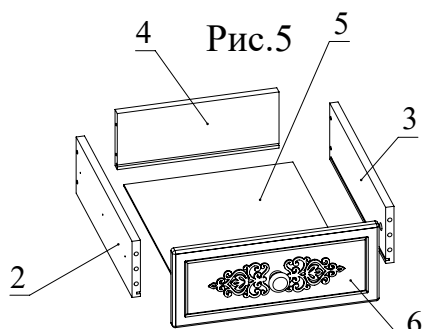

Рис.5
4. Соберите ящик. Для этого соедините детали 2 и 3 с деталью 4 с помощью конфирматов. Затем вставьте деталь 5 в пазы деталей 2, 3, 4. Установите деталь 6 на детали 2, 3 и зафиксируйте, повернув головки минификс по часовой стрелке до упора (Рис. 5). Внутренние планки телескопических направляющих закрепите на деталях 2 и 3 шурупами 3,5x16 (Рис. 6). С помощью шурупа 4x35 прикрутите ручки на деталь 6.